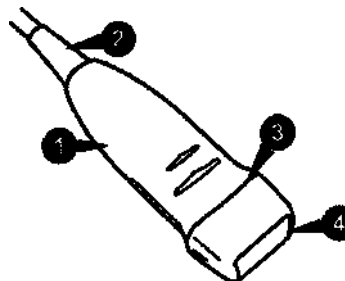

Рис. 9-3. Части датчика
1. Осмотрите датчик (см. Рис. 9-3), а также его корпус, разъем, рабочие элементы, экран, маркировки и принадлежности.
- Осмотрите линзу, корпус датчика и кабель (Рис. 9-3).